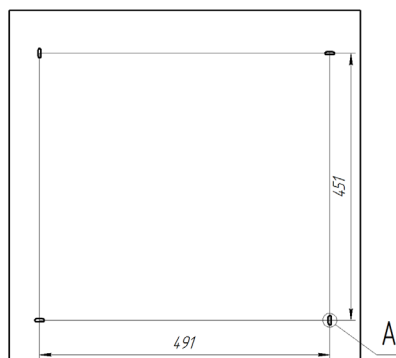

Рисунок 3. Расположение установочных отверстий на корпусе светильника Econex Office 595x595 G2 для накладного монтажа.
5.3.1. Для установки светильника необходимо повернуть торцевую панель и аккуратно снять рассеиватель. Надежно закрепить на ровной поверхности корпус светильника при помощи креплений (не входят в комплект поставки) (рис. 3).